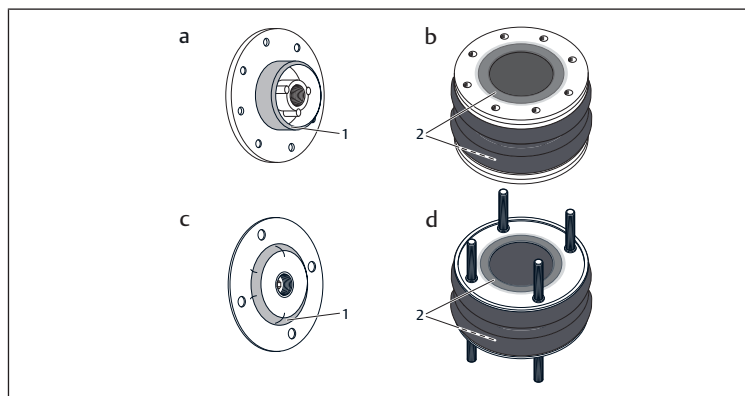

Fig. 2: area di bagnatura coperchio (1) | area di bagnatura soffietto (2)
1. Prima del montaggio umettare le aperture del cilindro a soffietto e la zona di captazione dei coperchi con acqua saponata (vedi fig. 2).